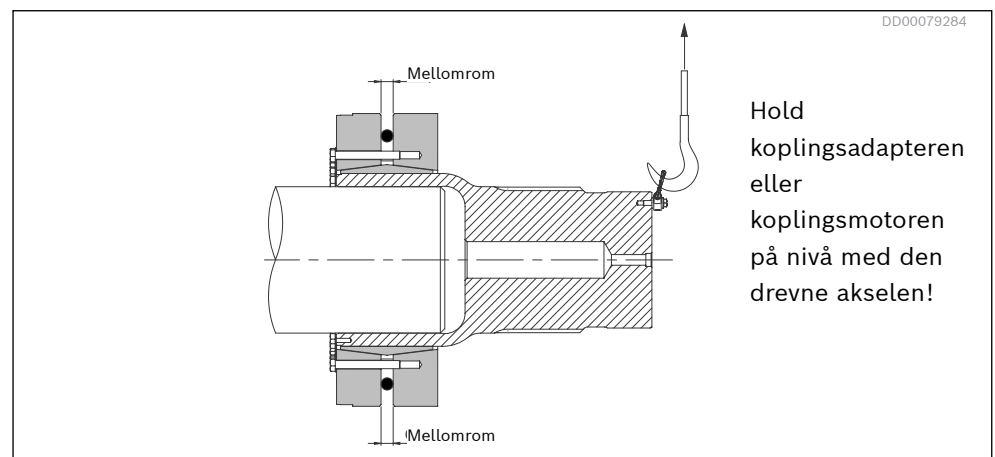

Fig. 38: Avstand mellom klemringene
2. For å unngå at de to klemringene forskyves mens skruene trekkes til, må gapet mellom ringene måles på flere steder i løpet av prosessen, se *Fig. 38*. Differansen mellom de målte åpningene må aldri variere med mer enn 1 mm (0,04") på noe stadium av tiltrektingsprosessen.